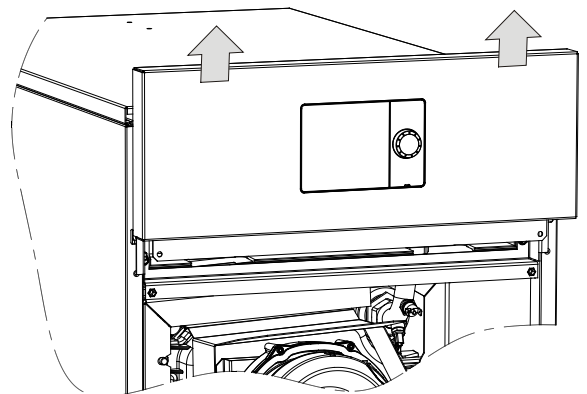
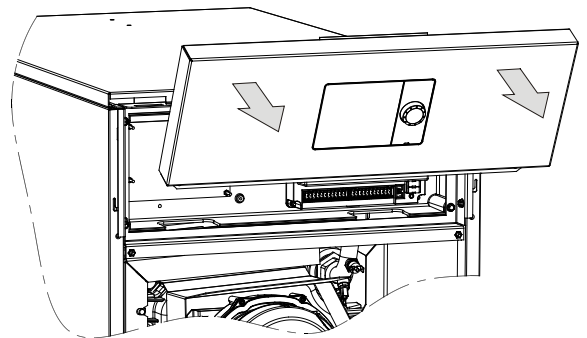

fig.2
fig.3
- Una vez sueltos los tornillos se debe desplazar el conjunto del portamandos y la caja eléctrica hacia arriba hasta hacer tope y a continuación desplazar el conjunto hacia afuera de la caldera para liberarlo (fig. 2; fig. 3).